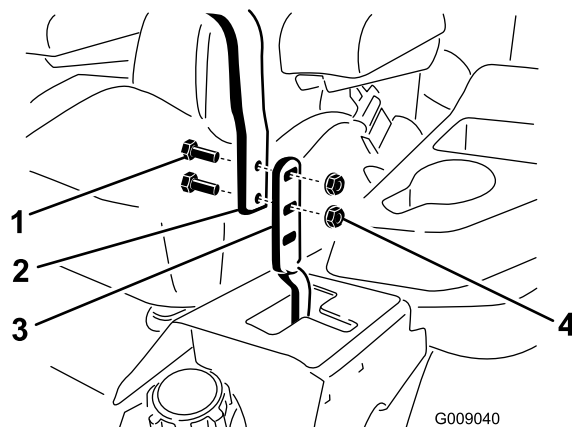

Figure 63
2. Desserrez les boulons et les écrous à embase qui fixent les poignées aux leviers (Figure 63).